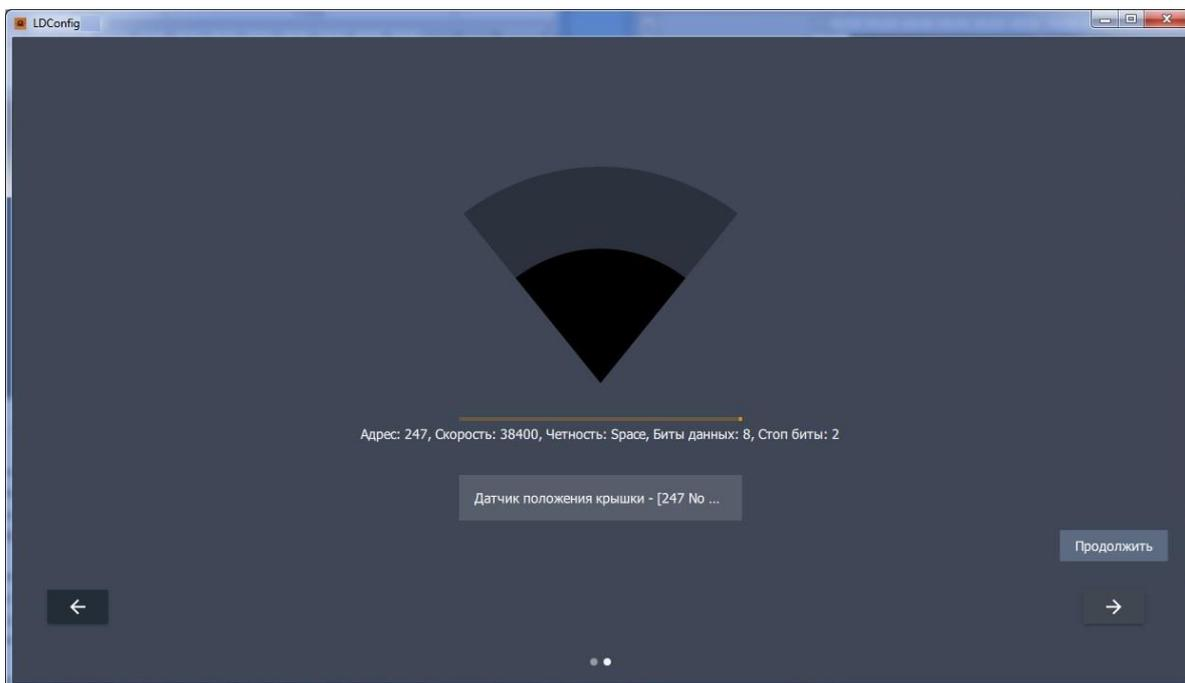

Рисунок 8.
- для продолжения работы нажмите на нужное устройство из найденных, а затем на кнопку ПРОДОЛЖИТЬ «→» (Рис.8). Конфигуратор выполнит подключение к устройству.